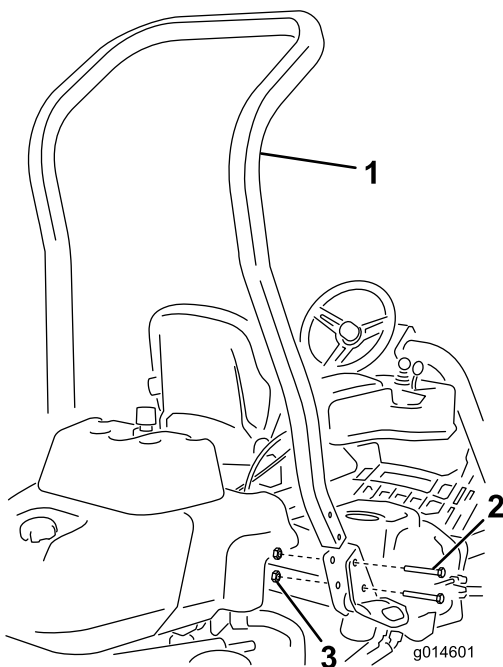

Figure 3
3. Montez l'arceau de sécurité dans les logements prévus de chaque côté de la machine au moyen de 4 boulons (1/2" x 33/4") et 4 écrous à embase (1/2") (Figure 3).